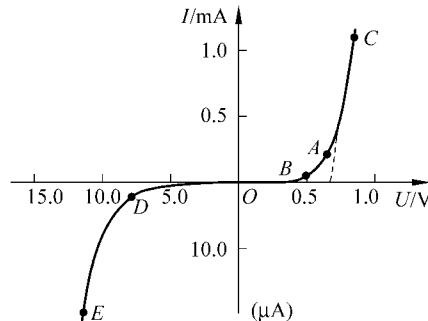

图 1-6 二极管伏安特性曲线
二极管两端的电压与流过二极管电流的关系称为伏安特性，其关系曲线称为二极管伏安特性曲线，如图 1-6 所示。
① 正向特性：正向特性指二极管加正向电压时的特性，如图 1-6 所示的 OAC 段。
- 当正向电压较低时，二极管电流仍为零，二极管不导通，称为死区，如图 1-6 所示的 OB 段。一般，硅二极管的死区电压约为 0.5V，锗二极管的死区电压约为 0.2V。
- 当正向电压增大到一定值时，正向电阻显著减小，二极管电流增大，进入导通状态，称为正向导通区，如图 1-6 所示的 AC 段。此时，二极管两端的电压保持一个恒定的数值，称为二极管的正向压降。一般，硅二极管的正向压降为 0.7V，锗二极管的正向压降为 0.3V。
② 反向特性：反向特性指二极管加反向电压时的特性，如图 1-6 所示的 ODE 段。
- 当二极管加反向电压时，二极管呈现较大的电阻状态，此时电流很小，称为反向截止区，如图 1-6 所示的 OD 段。此时的电流称为二极管反向饱和电流或反向漏电流 I_s ，电流越小，反向截止性能越好。
- 当反向电压增大到一定数值后，反向电流急剧增大，称为反向击穿区，如图 1-6 所示的 DE 段。这时的电压称为反向击穿电压 V_{BR} 。除稳压二极管外，不允许工作在反向击穿区，否则会使二极管损坏。
说明：由图 1-6 可以看出，流过二极管的电流与二极管两端所加的电压之间不成正比，其图线是一条曲线，这种现象说明二极管是一种非线性器件。